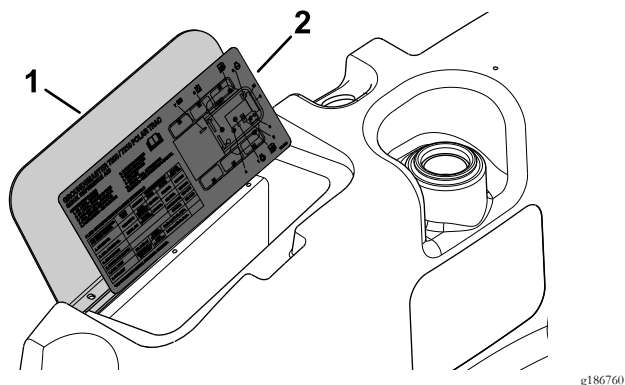

Figure 1
1. Nettoyez la plaque de protection pour assurer une bonne adhérence lors de l'application de l'autocollant (Figure 1).
2. Retirez la pellicule protectrice et appliquez l'autocollant sur la plaque de protection (Figure 1).